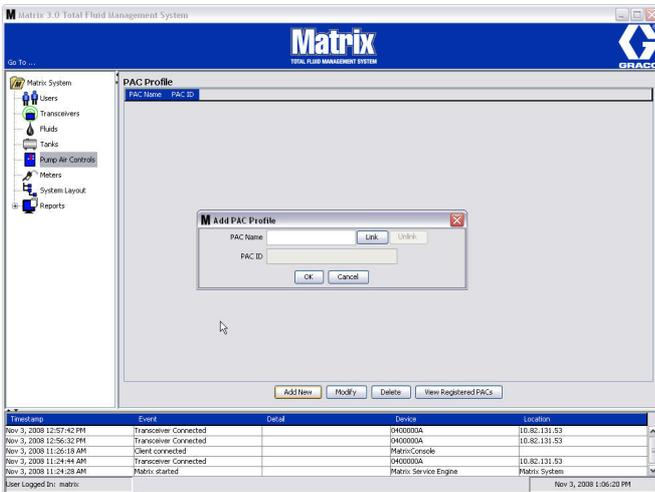

ABB. 80
3. Das in ABB. 80 gezeigte Fenster „PLS-Profil hinzufügen“ erscheint. Dieses Fenster fordert Sie auf, der PLS einen Namen zu geben. Wenn Sie den Namen der PLS in das Feld eingegeben haben, klicken Sie auf „OK“, um das Fenster zu schließen und die Änderungen zu speichern.